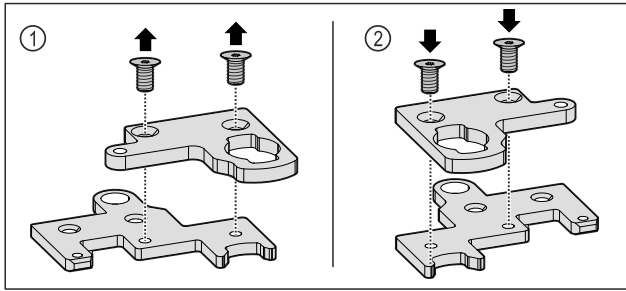

Fig. 29
- ▶ Zweiteiligen Scharnierwinkel auseinanderbauen. Fig. 29 (1)
- ▶ Zweiteiligen Scharnierwinkel um 180° gedreht wieder zusammenbauen. Fig. 29 (2)